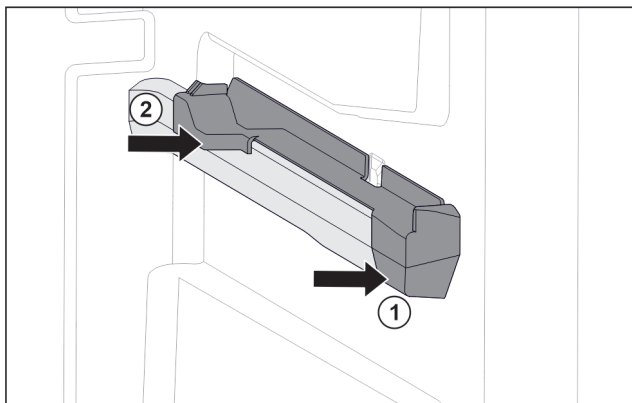

Fig. 108 Вставная часть на правом контейнерном ребре
- ▶ Наденьте вставную часть спереди на контейнерное ребро. Fig. 108 (1)
- ▶ Нажмите на вставную часть сзади. Fig. 108 (2)